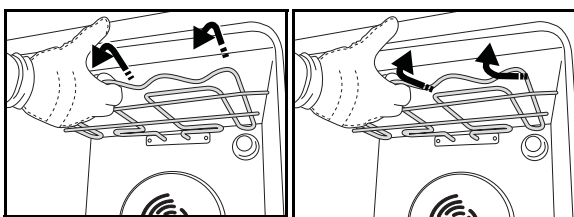
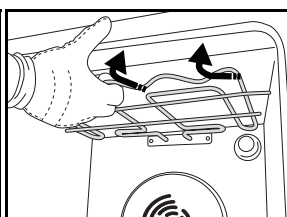

Fig.6
Fig.7
2. Extraiga ligeramente la resistencia (Fig.6) y bájela (Fig.7).